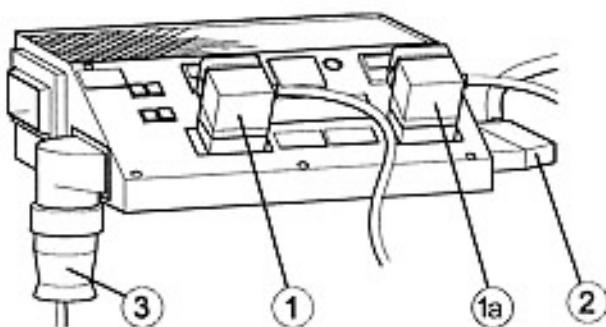

Bild 15 / Fig. 15
Small heating plate = left connector marked "6 A" (fig.15, pos.1)
Large heating plate = right connector marked "10 A" (fig.15, pos.1a)
- ⇒ Connect the connection cable for the hydraulic system (fig.15, pos.2) to the right hand side.
- ⇒ Connect the mains cable (fig.15, pos.3) at the bottom of the left hand side.
Petite plaque chauffante - connecteur de gauche portant l'inscription 6A (fig.15, pos.1)
Grande plaque chauffante - connecteur de droite portant l'inscription 10A (fig.15, pos.1a)
- ⇒ Brancher le câble d'alimentation électrique du système hydraulique (fig.15, pos.2) sur le côté droit.
- ⇒ Brancher le câble de réseau (fig.15, pos.3) sur le dessous du côté gauche.
- Kleine Heizplatte - linker Anschluß mit Beschriftung 6 A (Bild 15, Pos. 1).
- Große Heizplatte - rechter Anschluß mit Beschriftung 10 A (Bild 15, Pos. 1a).
- ⇒ Anschlußkabel Hydraulikstrom (Bild 15, Pos. 2) an der rechten Seite einstecken.
- ⇒ Netzkabel (Bild 15, Pos. 3) an der linken Seite von unten einstecken.